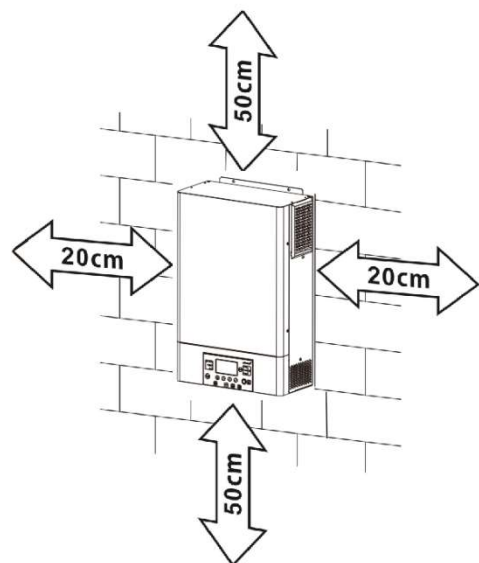

Abb. 5.1: Mindestabstand zu anderen Objekten
- Stellen Sie einen Mindestabstand zu anderen Objekten und Flächen sicher, wie in **Abb. 5.1** gezeigt, um eine ausreichende Wärmeableitung zu gewährleisten und genügend Platz zum Entfernen von Kabeln zu haben.